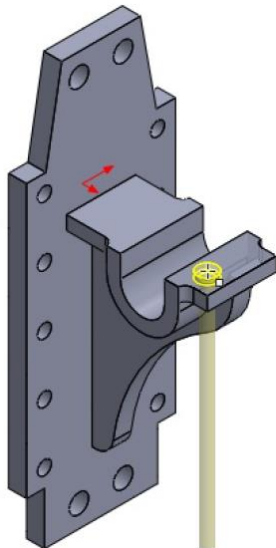

Рисунок 5.21 – Попередній перегляд отвору з циліндричною потайкою
10. Клацніть лівою кнопкою миші будь-де на верхній площині другого видавленого елемента, щоб визначити довільне місце для розташування отвору (рис. 5.21).